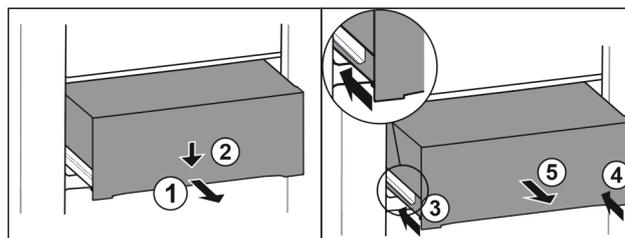

Fig. 103
- Tirer le tiroir jusqu'à mi-chemin. Fig. 103 (1)
- Appuyer sur l'avant du tiroir vers le bas. Fig. 103 (2)
- Insérer le rail gauche d'env. 2 cm. Fig. 103 (3)
- Insérer le rail droit d'env. 2 cm. Fig. 103 (4)
- Retirer le tiroir par l'avant. Fig. 103 (5)